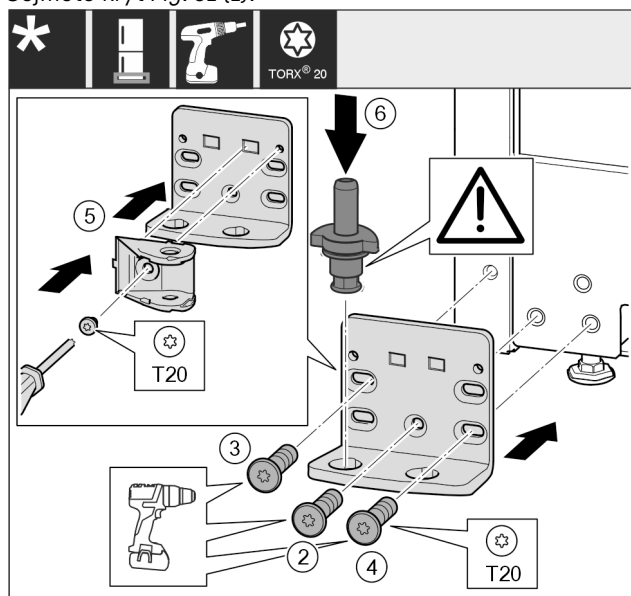

Fig. 32
- ▶ Nasadte stojan ložiska na druhé straně a přišroubujte pomocí šroubováku. Začněte šroubem Fig. 32 (2) dole uprostřed.
- ▶ Utáhněte šroub Fig. 32 (3) a šroub Fig. 32 (4).
- ▶ Spojení tlumiče zavírání Fig. 32 (5) otočte o 180°. Šroubovákem přišroubujte na druhé straně stojanu ložiska.
- ▶ Zcela vložte ložiskový čep Fig. 32 (6). Přitom dávejte pozor, aby zajišťovací vačka směřovala dozadu.